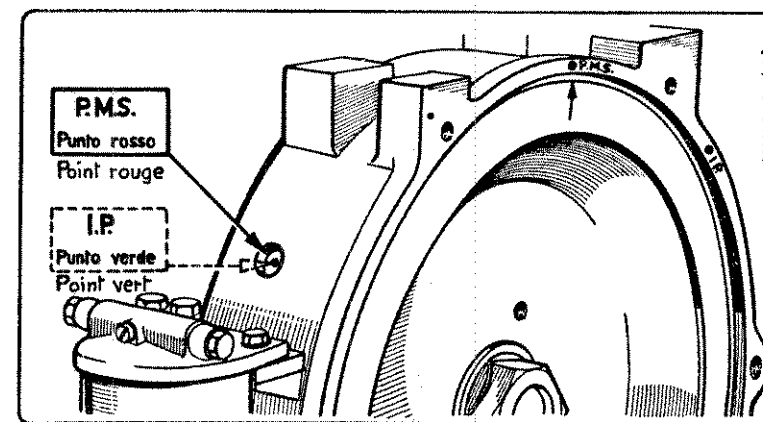

Fig. 14 - RIFERIMENTI DEL P.M.S. E DELL'INIZIO POMPATA
POSIZIONE DEL PUNTO MORTO SUPERIORE (Fig. 14)
c) Nell'istante in cui il pistoncino chiude il foro di alimentazione del cilindretto il combustibile cesserà di sgorgare. Questo è l'inizio della pompata e deve cadere nel punto indicato con I. P. (Fig. 14).